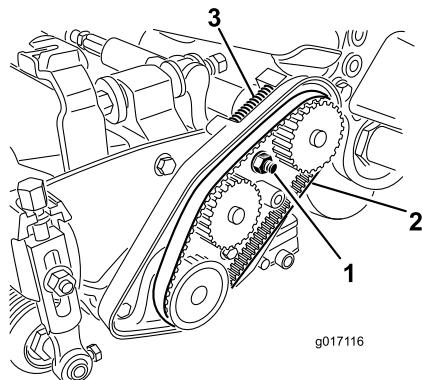

图41
- A. 松开轴承座安装螺母（图41）。
- C. 清除皮带舱内部和压缩弹簧周围的任何杂物（图41）。